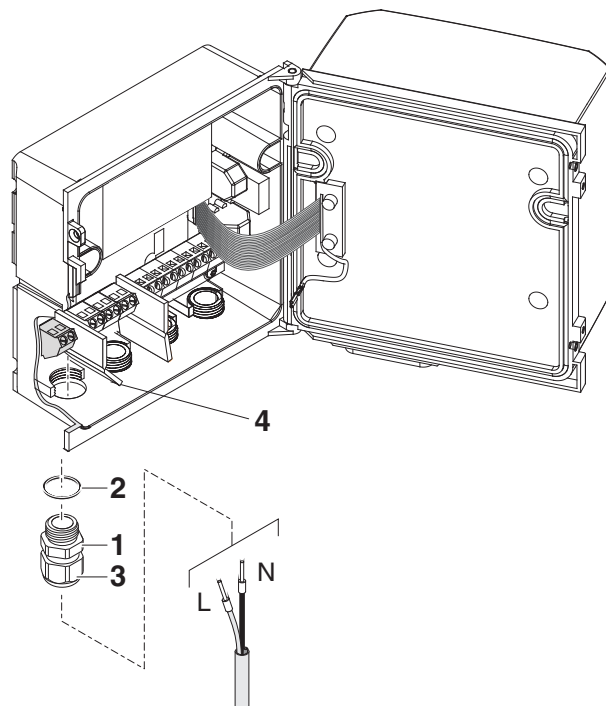

Fig. 3-16 Inserción de la línea de 24 V CC/CA.
- 5 Enrosque un casquillo prensacables (pos. 1 en la Fig. 3-16) con anillo de estanqueidad (pos. 2) en la carcasa debajo de la conexión de alimentación de 24 V CC/CA.
- 6 Afloje el anillo de acoplamiento (pos. 3).
- 7 Introduzca la línea de 24 V CA/CC en la carcasa a través del casquillo prensacables. Al hacerlo, doble el separador flexible (pos. 4) hacia la derecha.
- 9 Apriete la tuerca ciega (pos. 3 en la Fig. 3-16).